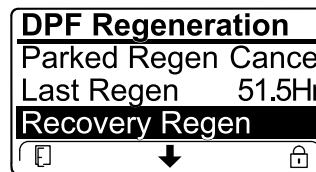

図 57
- エンジンコンピュータがリカバリ再生を要求していないのに、リカバリ再生 RECOVERY を選択することはできません。リカバリ再生はロックされ、施錠アイコン 図 57がインフォセンターの右下に表示されます。